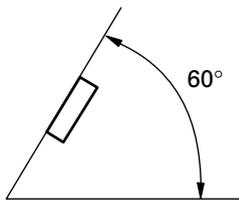

Fig. 3
- L'angle de l'installation, ne doit pas dépasser  $60^\circ$  par rapport à l'horizontale, faute de quoi l'unité ne fournira pas ses performances optimales. (Fig. 3)